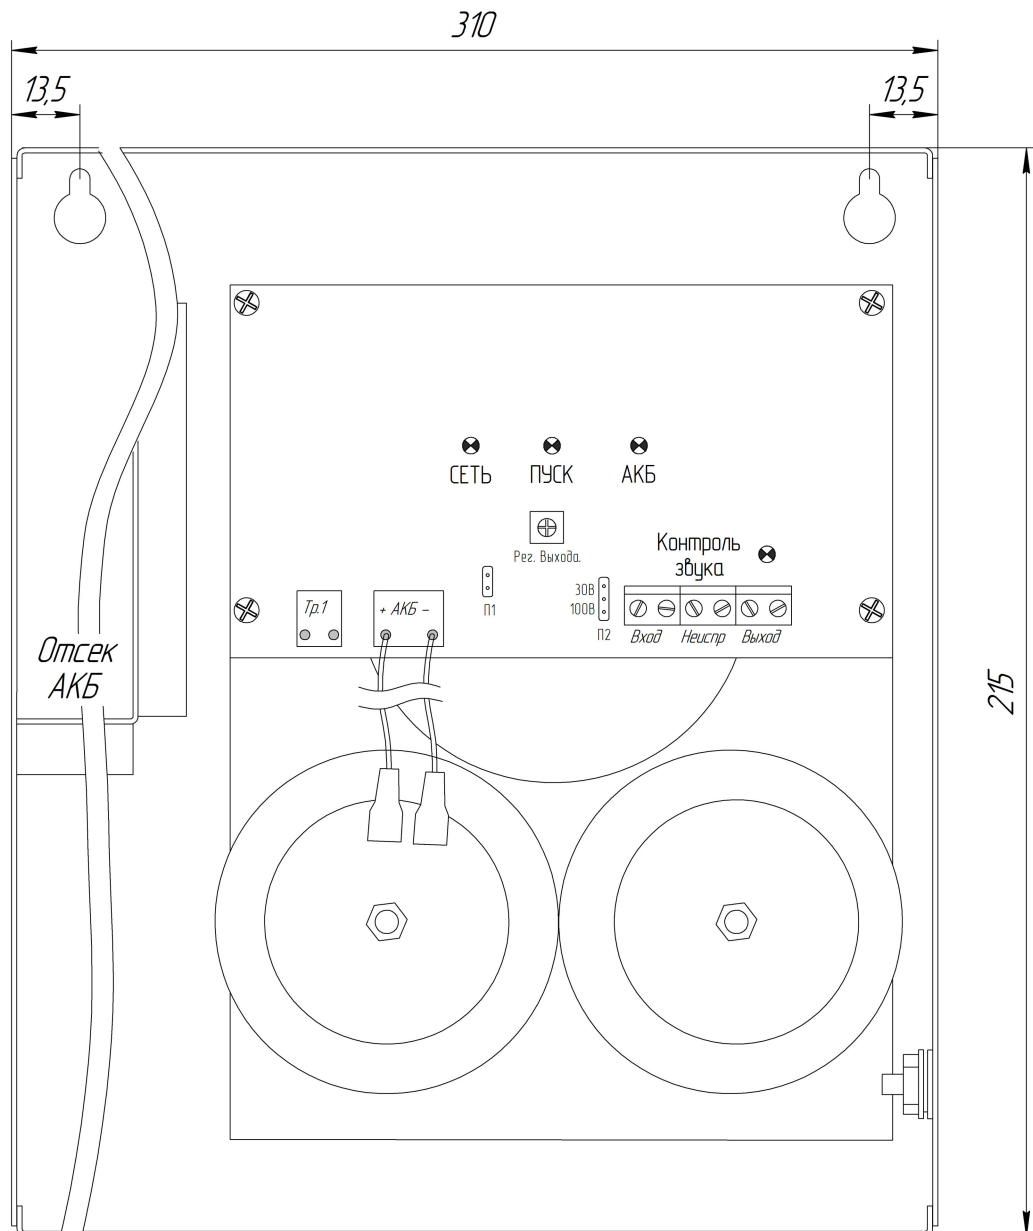

Рисунок 1 - Общий вид линейного усилителя со снятой крышкой
3.2 Конструктивно линейный усилитель выполнен в виде настенного блока с откидной крышкой. Информация о режимах работы линейного усилителя отображается единичными световыми индикаторами СЕТЬ, ПУСК и АКБ, расположенными на лицевой панели линейного усилителя (см. рисунок 1).